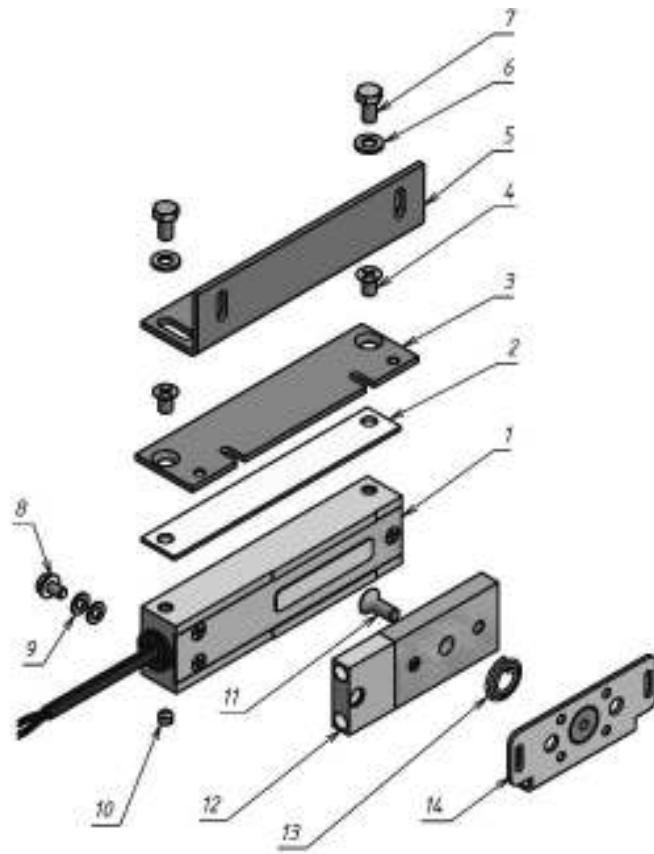
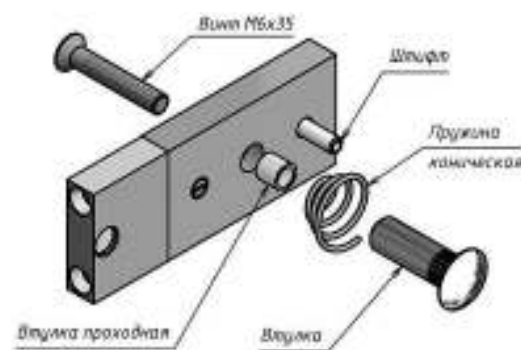

Рисунок 1 – Комплект поставки
Рисунок 2 - Комплект крепления якоря
4.1 В комплект поставки замка входят (рисунок 1):
- корпус (1).....	1 шт.
- планка (2).....	1 шт.
- пластина монтажная (3).....	1 шт.
- винт М6х10 потайн. (4).....	2 шт.
- угольник (5).....	1 шт.
- шайба 6 (6).....	2 шт.
- болт М6х12 (7).....	2 шт.
- винт заземления М5х8 (8).....	1 шт.
- шайба 5 (латунь) (9).....	2 шт.
- винт М6х6 уст. (нерж.) (10).....	2 шт.
- винт М6х16 (потайн.) под ключ S4 (11).....	1 шт.
- якорь (12).....	1 шт.
- пружина коническая (13) (из комплекта крепления якоря)	1 шт.
- пластина крепления якоря (14).....	1 шт.
- комплект крепления якоря (рисунок 2).....	1 шт.
Замок состоит из корпусной части и якорной части (рисунок 1). Для обеспечения эксплуатационных характеристик рабочие поверхности корпуса и якоря должны быть совмещены и плотно прилегать друг к другу при закрывании двери.
Корпус замка может крепиться при помощи угольника (5) или через монтажную пластину (3) (рисунок 1). Если позволяет конструкция места монтажа, допускается крепление непосредственно через крепежные отверстия в корпусе замка (резьба М6), длина винтов в этом случае определяется по месту, при этом в тело корпуса винты должны входить не более чем на 8мм.
- с помощью комплекта крепления якоря с отверстиями в двери для винта крепления якоря и фиксирующего штифта (рисунок 2);
- без отверстий в двери, с помощью монтажной пластины крепления якоря (12) (рисунок 1).